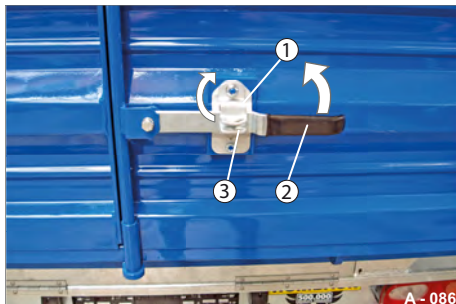

Abb. 71 Verriegelungs-Hebel gesichert
- ▶ Drehen Sie das Sicherungsblech (Abb. 71/1) um ca. 180 ° nach oben.
- ▶ Heben Sie den Verriegelungs-Hebel (Abb. 71/2) etwas an und ziehen Sie diesen aus dem Halteblech (Abb. 71/3) heraus.
- ▶ Drehen Sie den Verriegelungs-Hebel (Abb. 71/2) um ca. 90 ° von dem Drehflügel weg (zu sich).
Die Verriegelungs-Haken (Abb. 71/2) geben die Verriegelungs-Zapfen (Abb. 71/1) frei.
- ▶ Drücken Sie den Verriegelungs-Hebel in das Halteblech (Abb. 71/3) ein.